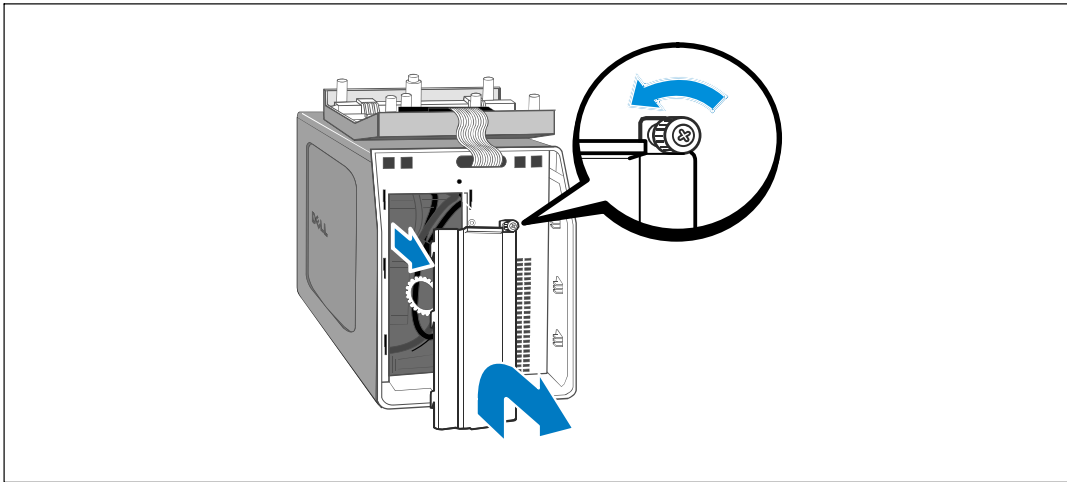

Figure 25. Retrait du couvercle de la batterie
- 3 Dévissez la vis à oreilles sur le couvercle métallique de la batterie et retirez le couvercle (voir Figure 25).